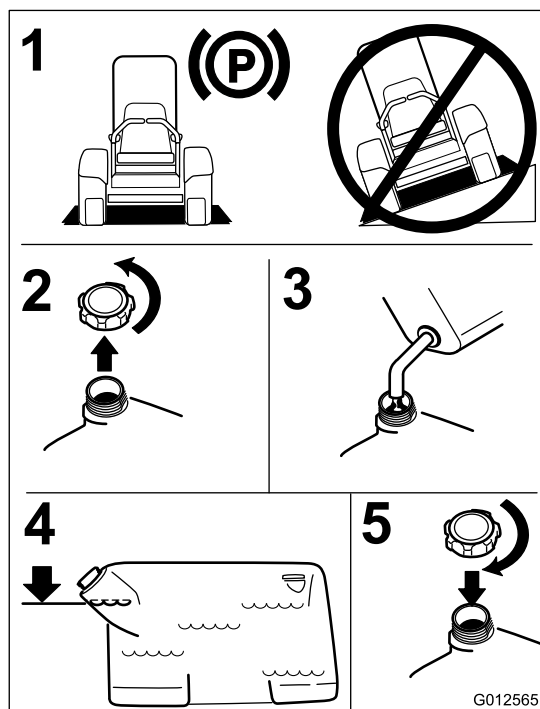

図 7
4. 燃料タンクの首の根元まで燃料を入れる。温度が上昇して燃料は膨張したときにあふれないように、必ず上部に空間を確保すること（図 7）。